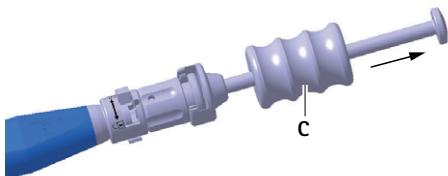

Fig. 6 Extracción del implante de prueba/implante por medio del percutor
- ▶ Extraiga el implante de prueba **D** del espacio discal golpeando suavemente con el percutor **C**, ver Fig. 6.
- Extraiga el implante a del espacio discal golpeando suavemente con el percutor C, ver Fig. 6.